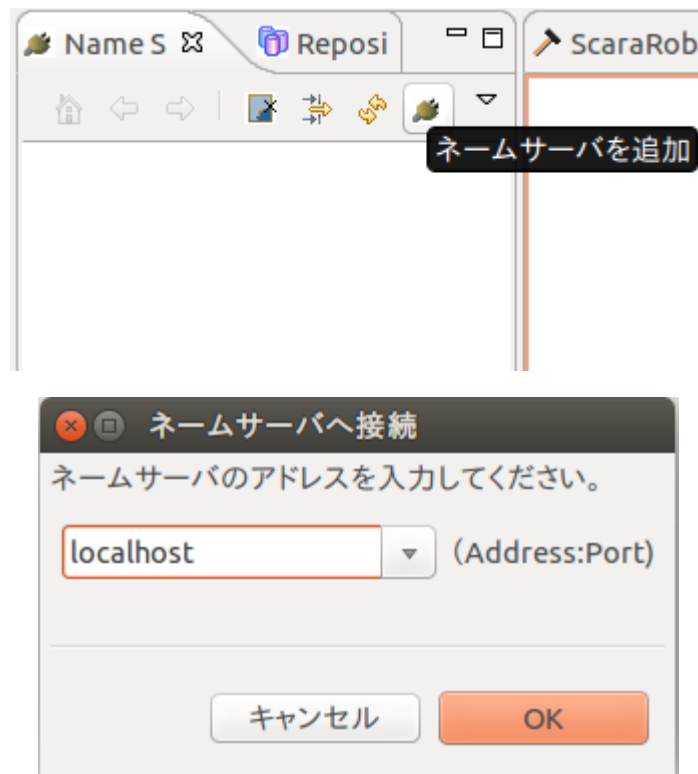

図 4 ネームサーバーの追加
⑤ネームサービスに何も無い場合，図 4 のようにネームサーバーの追加から localhost を追加する．（このとき失敗する場合ネーミングサービスが立ち上がっていない→2.の①へ）